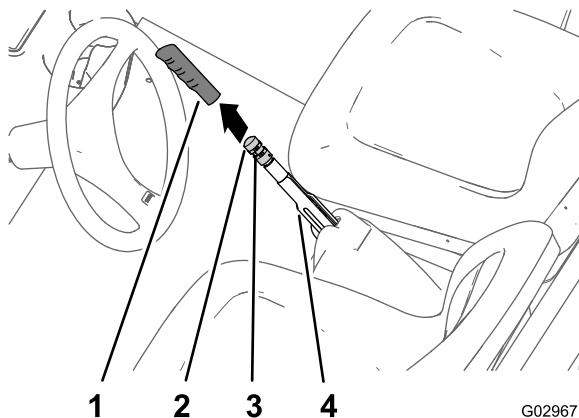

Figura 53
- Togliete l'impugnatura dalla leva del freno di stazionamento (Figura 53).
- Allentate la vite a pressione che fissa la manopola di regolazione del freno alla leva del freno di stazionamento (Figura 53).
- Girate la manopola di regolazione del freno in modo che per azionare la leva del freno di stazionamento occorra una forza di 133-156 N·m (Figura 53).
4. Serrate la vite a pressione e montate l'impugnatura (Figura 53).
1. Togliete l'impugnatura dal freno di stazionamento (Figura 53).
2. Allentate la vite a pressione (Figura 53) che fissa la manopola di regolazione del freno alla leva del freno di stazionamento, rilasciate il freno di stazionamento e allentate la manopola di regolazione del freno.
5. Girate la manopola di regolazione del freno (Figura 53) in modo che per azionare la leva del freno di stazionamento occorra una forza di 133-156 N m.
- C. Girate la manopola di regolazione del freno (Figura 53) in modo che per azionare la leva del freno di stazionamento occorra una forza di 133-156 N m.
- Serrate la vite a pressione e montate l'impugnatura (Figura 53).